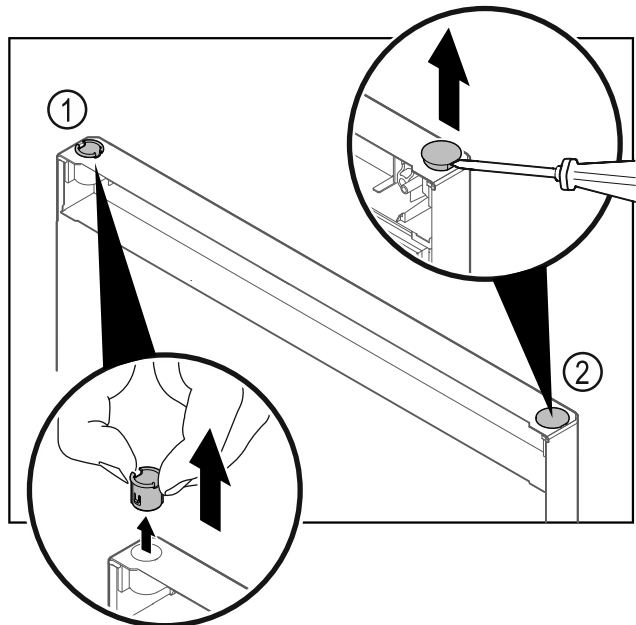

Fig. 11
- ▶ Пальцами вытяните шарнирную втулку Fig. 11 (1).
- ▶ Шлицевой отверткой осторожно подцепите и извлеките заглушку Fig. 11 (2).